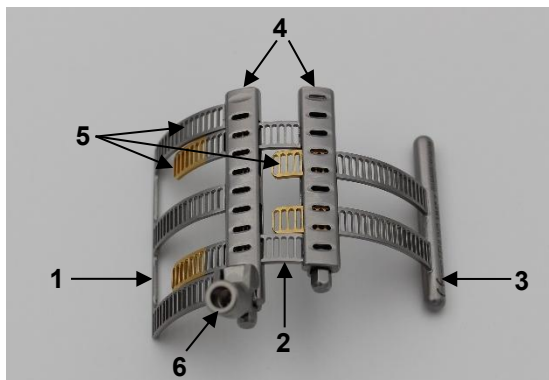

Abb. 1a: Treede Maxposition Blatt
Das größenverstellbare Treede Maxposition Blatt (Abb. 1a) besteht aus drei Elementen unterschiedlicher Größe: Basiselement (1), primäres Element (2) und sekundäres Element (3) (Abb. 1b). Ein Element setzt sich aus Kastenmodul (4) und Fächerblätter (5) zusammen (Abb. 1a). Mithilfe eines geeigneten Schraubendrehers, z. B. der Kardan Schraubendreher Torx LMT-4T (siehe Abschnitt 8) *Erforderliches Zubehör*), werden die Fächerblätter über die Zahnradachse, die sich innerhalb des Kastenmoduls (4) befindet, verstellt und es lässt sich die gewünschte Spreizweite einstellen.